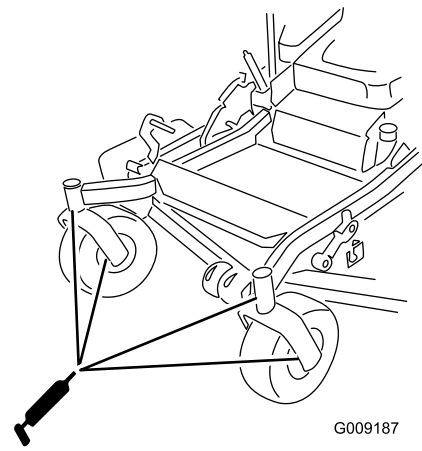

Figura 40
9. Togliete il raccordo d'ingrassaggio dal foro. Montate il tappo esagonale e lo scodellino parapolvere (Figura 40).